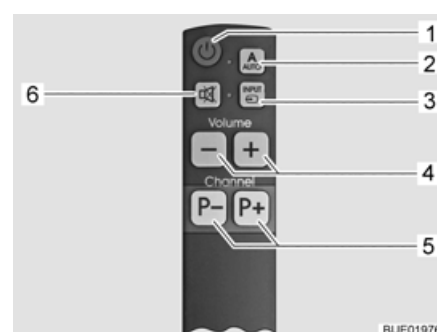

Fig. 54 Télécommande simplifiée (option)
- Appuyer pendant 1 seconde sur la touche AUTO (Fig. 53,2 ou Fig. 54,2). Le téléviseur et l'unité de commande sont ainsi allumés.
- Appuyer sur les touches de sélection de programme (Fig. 53,4 ou Fig. 54,5) jusqu'à ce que le programme de télévision désiré soit choisi.
- Appuyer sur la touche INPUT (Fig. 53,3 ou Fig. 54,3) jusqu'à ce que la source de signal désirée soit choisie.
- Pour retourner à l'affichage du canal satellite, appuyer sur la touche INPUT (Fig. 53,3 ou Fig. 54,3) jusqu'à ce que la source de signal DVB-S2 soit choisie.
- Appuyer sur la touche AUTO (Fig. 53,2 ou Fig. 54,2).
- Appuyer sur la touche Téléviseur Marche/Arrêt (Fig. 53,1 ou Fig. 54,1). L'unité de commande ne s'allume pas, l'antenne reste en position rangée.
- Appuyer sur la touche INPUT (Fig. 53,3 ou Fig. 54,3) jusqu'à ce que la source de signal désirée (telle que DVD) soit choisie.
- Appuyer sur la touche Téléviseur Marche/Arrêt (Fig. 53,1 ou Fig. 54,1) pour éteindre le téléviseur.